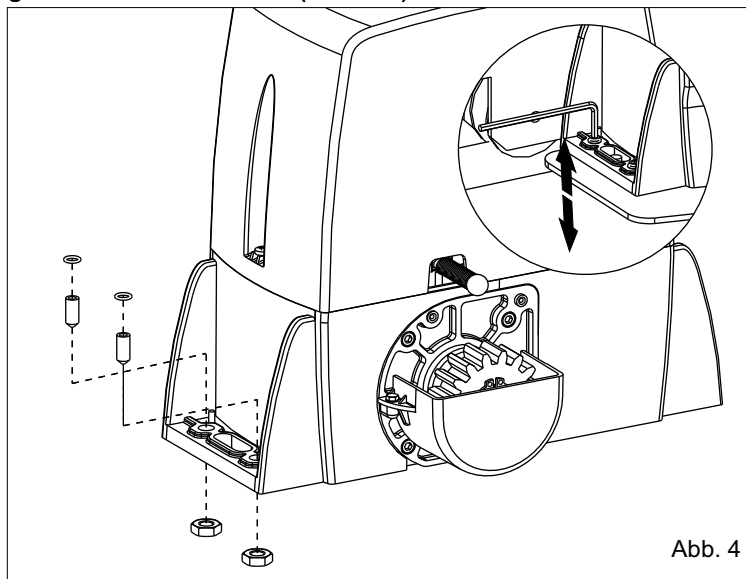

Abb. 4
4.1. Die 4 Stifte in die dafür vorgesehenen Bohrungen einsetzen, sodass die Höhe des Antriebs auf der Platte eingestellt werden kann (Abb.4).